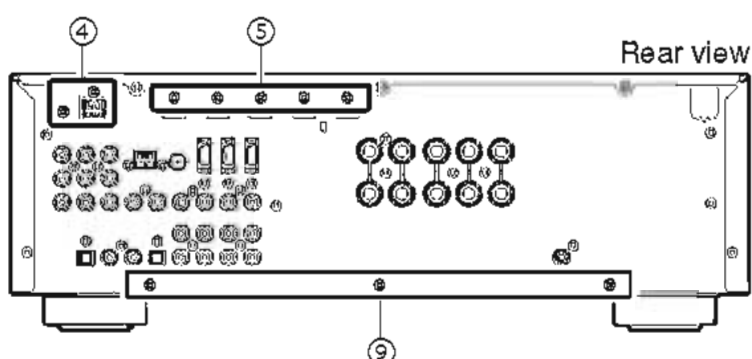

Fig. 3
- Remove 2 screws (④) and 5 screws (⑤). (Fig. 3)
- Remove 3 screws (⑨). (Fig. 3)
- ④ のネジ 2 本、⑤ のネジ 5 本を外します。(Fig. 3)
- ⑨ のネジ 3 本を外します。(Fig. 3)
- 4. When writing of the firmware is completed, "UPDATE SUCCESS", "PLEASE..." and "POWER OFF!" are displayed repeatedly. (Fig. 3)
- 4. ファームウェアの書き込み完了後、"UPDATE SUCCESS"、"PLEASE..."、"POWER OFF!" が繰り返し表示されます。(Fig. 3)